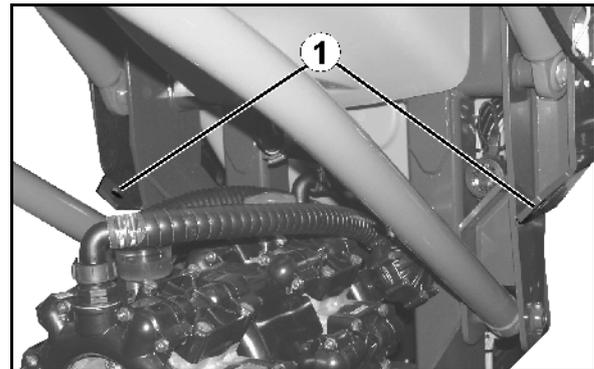

Fig. 4
- Zwei Zurrpunkte hinten (Fig. 4/1)